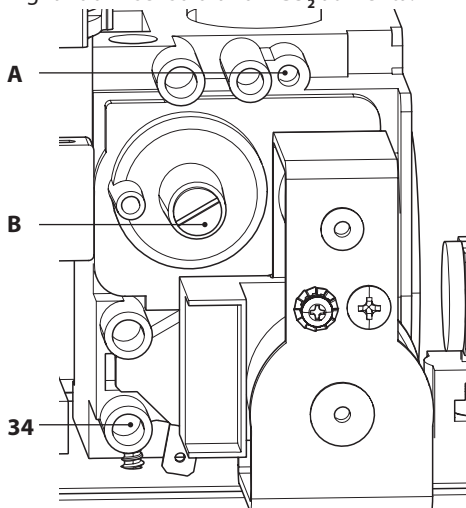

Figura 7.6
- A caldaia spenta (fuori servizio), controllare la pressione di alimentazione utilizzando la presa 34 in Figura 7.6 e confrontare il valore letto con quelli riportati nella tabella Pressioni di alimentazione gas nella sezione "Dati tecnici M260MR.2025 SV/T" a pag. 30 e "Dati tecnici M260MR.2530 SV/T" a pag. 34.
- Richiudere bene la presa di pressione 34 in Figura 7.6.
- Per tarare il **CO₂** della caldaia (pressione del gas al bruciatore) svitare completamente il tappo in ottone di protezione **B** e agire sulla vite a brugola Ø 4 mm sottostante Figura 7.6, girando in senso orario il **CO₂** aumenta.
- Se i due dati non coincidono agire sulla vite regolazione massimo RQ (**A** in Figura 7.6) della valvola gas e tarare il CO_2 allo stesso valore riportato nella sezione "Dati tecnici M260MR.2025 SV/T" a pag. 30 e "Dati tecnici M260MR.2530 SV/T" a pag. 34 in tabella "Dati in sanitario". Girando in senso orario il CO_2 diminuisce.